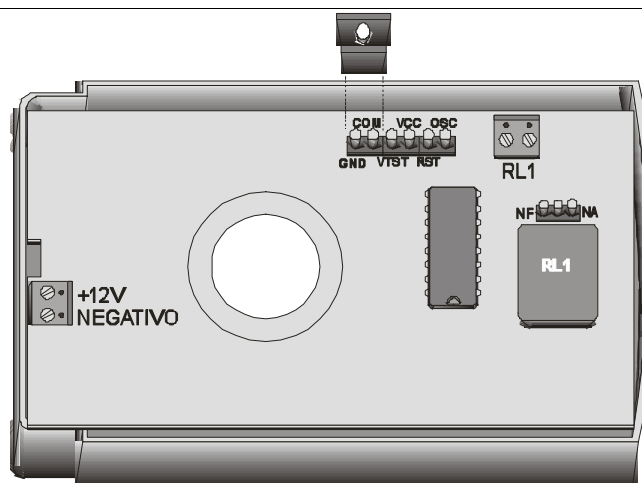

Figura 2
2. Faça as conexões com o relê conforme a aplicação, configurando-o em NA ou NF usando o jumper J1 conforme figura 2 na última página.
3. Coloque um jumper entre os pinos GND e COM na barra de pinos de programação conforme figura 2 abaixo;